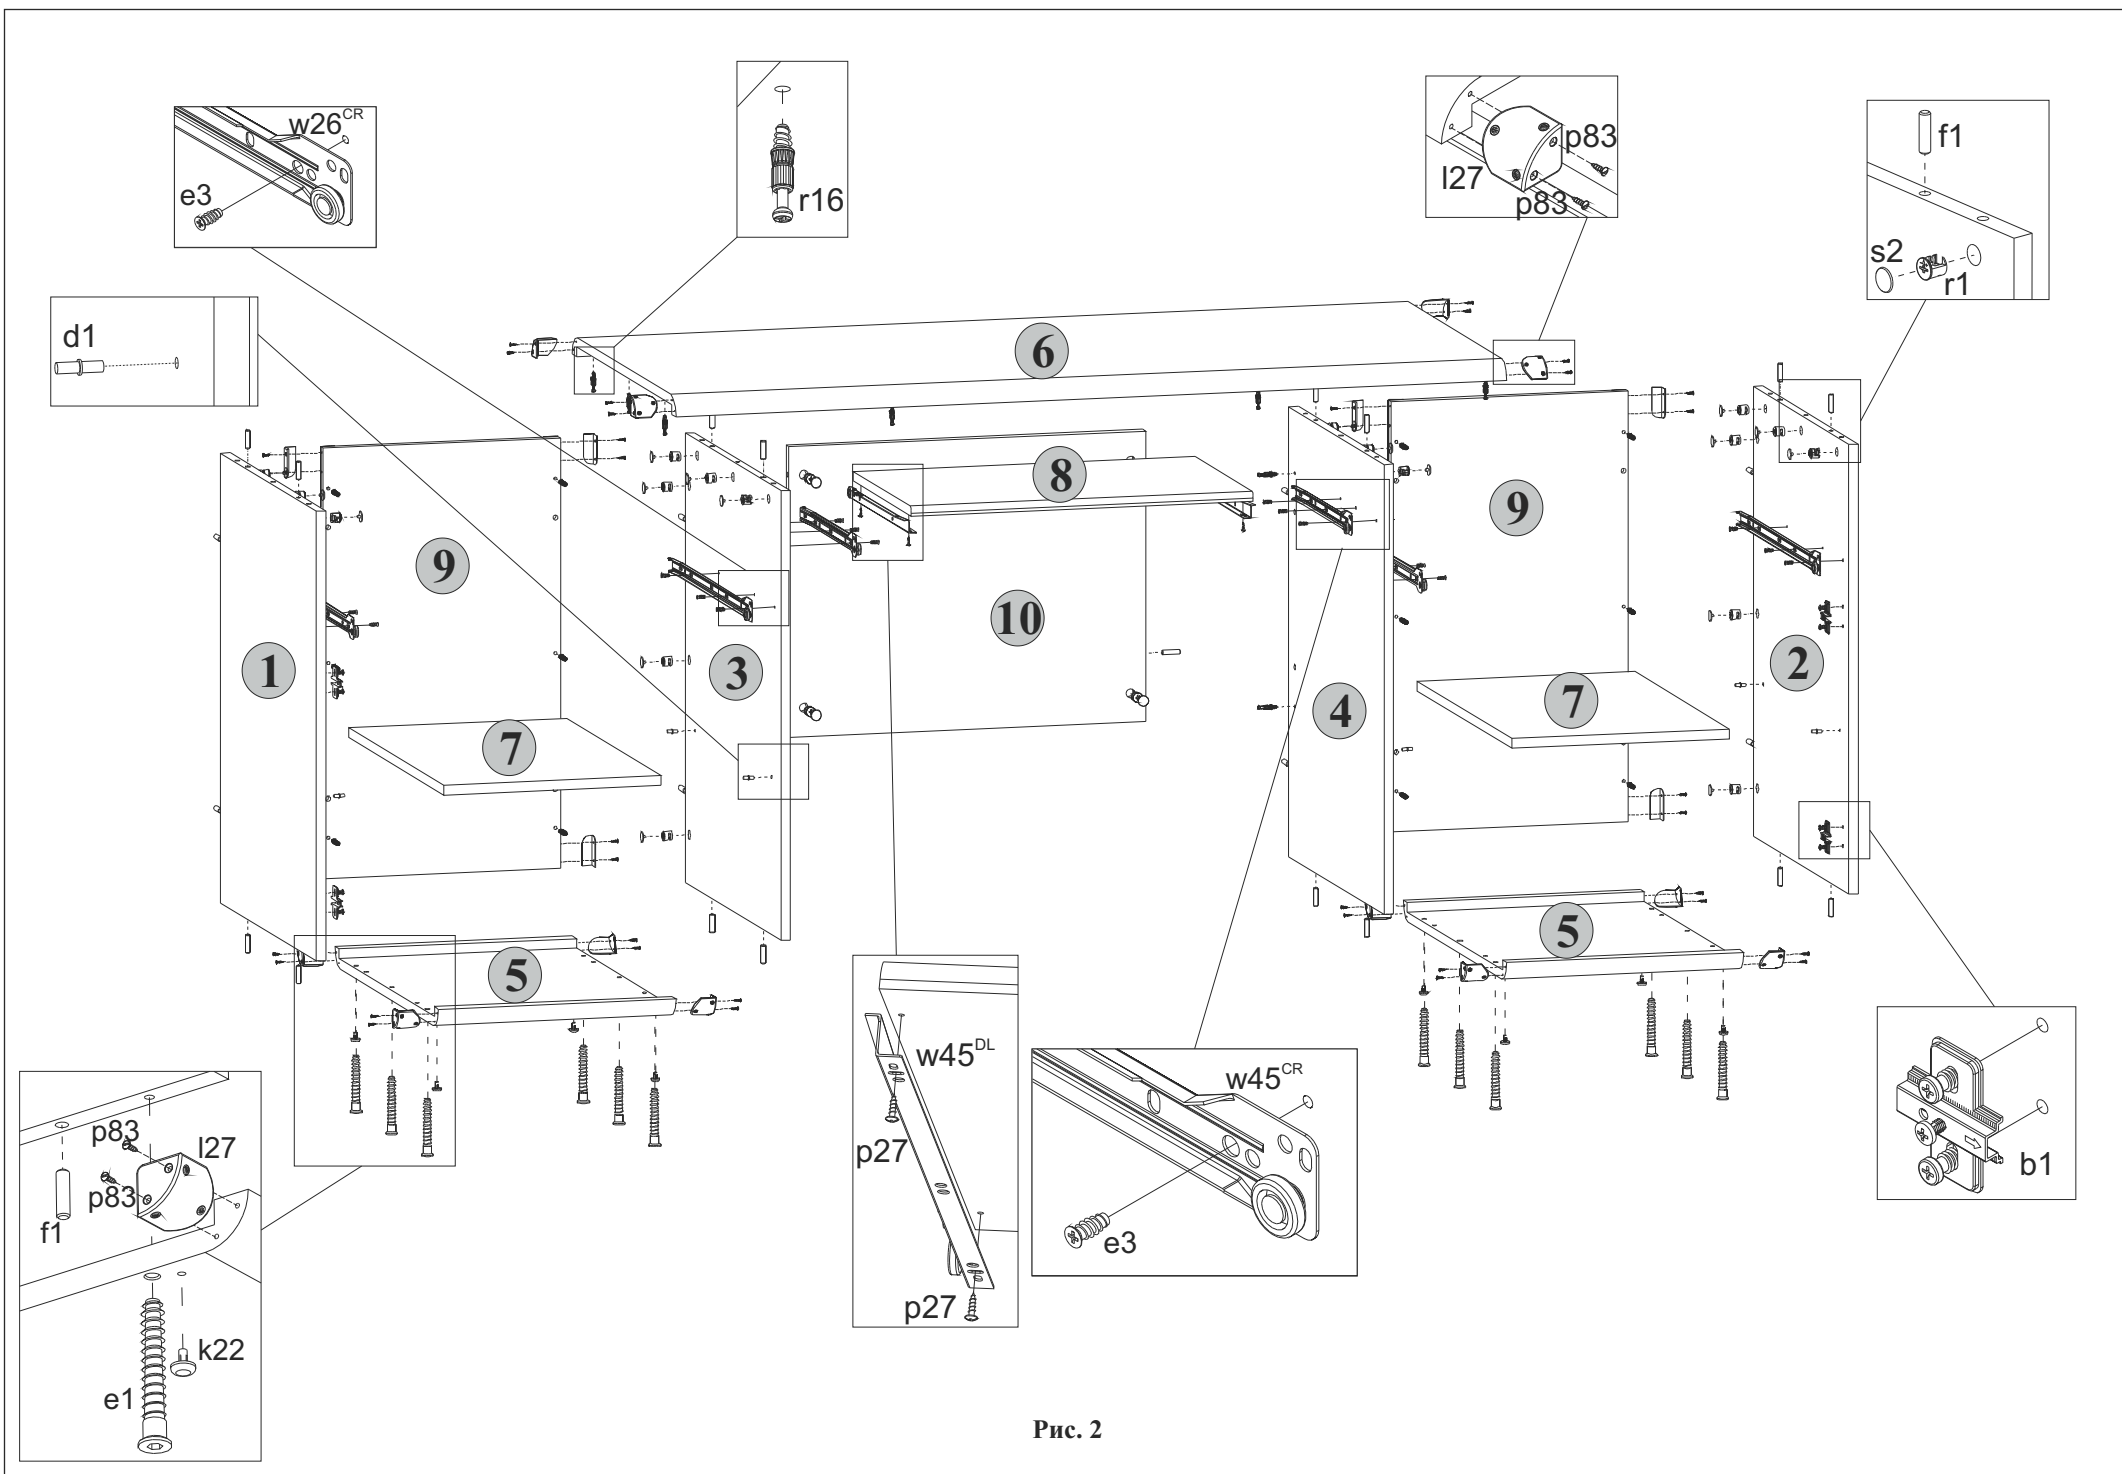

Рис. 2
- 5.35 К полке выкатной **8** шурупами **p27** закрепить направляющие **w45DL** и **w45DR**, как показано на **рис. 2**.
5.5 В отверстия диаметром **5 мм** у фасадных кромок на правой поверхности стенки боковой **1** и на левой поверхности стенки боковой **2**, закрепить направляющие петель **b1**, пользуясь крестообразной отверткой (**см.рис. 2**).
5.6 В отверстия диаметром **5 мм** на правой поверхности стенки боковой **1**, на левой поверхности стенки боковой **2**, на левой поверхности стенки средней **3** и на правой поверхности стенки средней **4** вставить полкодержатели **d1** (**см.рис. 2**).
5.7 В отверстия диаметром **5 мм** на передних поверхностях деталей **9**, на нижней поверхности щита верхнего **6**, на правой поверхности стенки средней **3** у задней кромки и на левой поверхности стенки средней **4** у задней кромки вкрутить винты стяжки **r16**, пользуясь крестообразной отверткой (**см.рис. 2**).
5.8 На правой поверхности стенки боковой **1**, на левой поверхности стенки средней **3**, на правой поверхности стенки средней **4**, на левой поверхности стенки боковой **2** и на передней поверхности щита **10** в отверстия диаметром **15 мм** вставить стяжки эксцентриковые **r1** (**см.рис. 2**).
5.9 В отверстия диаметром **4,5 мм** на нижних поверхностях щитов нижних **5** вставить опоры полимерные **k22** (подпятники) (**см.рис. 2**).
5.11 К деталям **1** и **3** присоединить щит нижний **5** и стянуть еврошурупами **e1**, пользуясь специальным ключом **z1** из комплекта фурнитуры (**см.рис. 2**).
5.14 К правой поверхности стенки средней **3** присоединить щит **10** и затянуть стяжки эксцентриковые **r1**, пользуясь специальным ключом **z1** из комплекта фурнитуры. Стяжки эксцентриковые закрыть заглушками **s2** (**см.рис. 2**).
5.16 К деталям **2** и **4** присоединить щит нижний **5** и стянуть еврошурупами **e1**, пользуясь специальным ключом **z1** из комплекта фурнитуры (**см.рис. 2**).
5.19 К левой поверхности стенки средней **4** присоединить щит **10** и затянуть стяжки эксцентриковые **r1**, пользуясь специальным ключом **z1** из комплекта фурнитуры. Стяжки эксцентриковые закрыть заглушками **s2** (**см.рис. 2**).
5.20 К стенкам боковым **1** и **2**, а также к стенкам средним **3** и **4** присоединить щит верхний **6** и затянуть стяжки эксцентриковые **r1**, пользуясь специальным ключом **z1** из комплекта фурнитуры. Стяжки эксцентриковые закрыть заглушками **s2** (**см.рис. 2**).
- 5.2 В отверстия диаметром **8 мм** на задних, верхних и нижних кромках стенок боковых **1** и **2**, на задних, верхних и нижних кромках стенок средних **3** и **4**, на боковых кромках щита **10** вбить деревянные шканты **f1** (**см.рис. 2**).